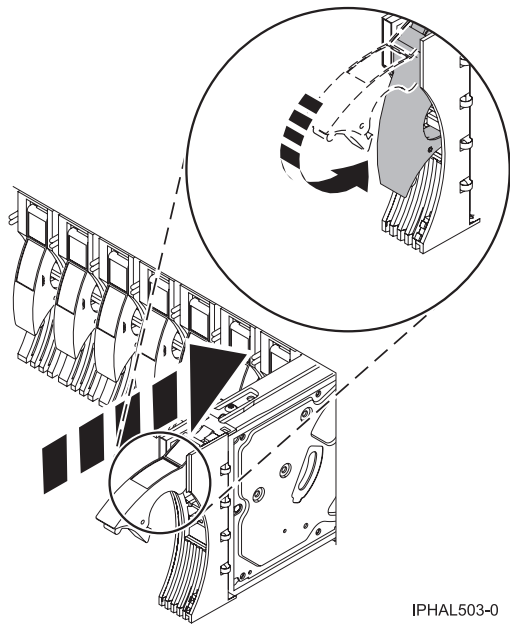

Figure 1. Installation d'une unité de disque dans un système
9. Faites glisser complètement l'unité de disque ou unité SSD dans l'unité centrale (voir figure 1, à la page 9).